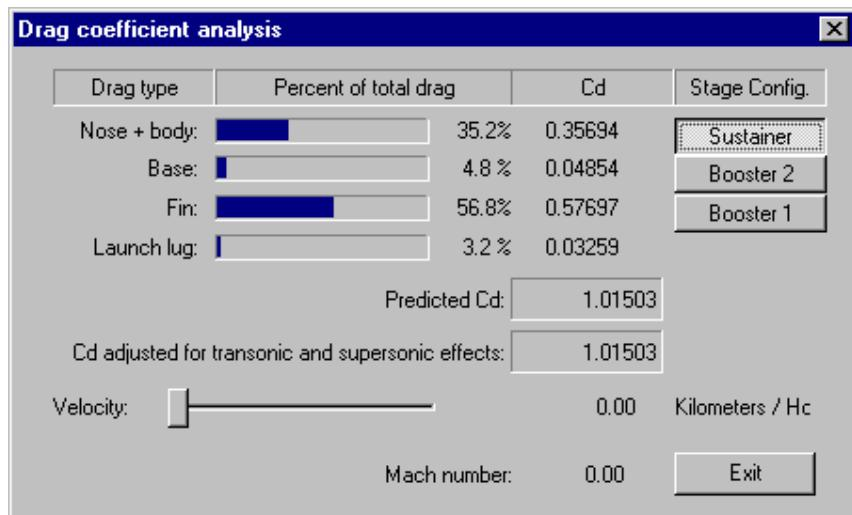

Figura 2.  $C_D$  do exemplo 1 do minifoguete Sondinha II.
4) Para obter o  $C_D$  do exemplo 1 do minifoguete Sondinha II, executar no menu principal: Rocket, Cd analysis... Surgirá a janela “Drag coefficient analysis”, mostrada na Figura 2, contendo o  $C_D$  numérico e percentual de cada parte do minifoguete, e o  $C_D$  total em função da velocidade do minifoguete. A velocidade é apresentada em km/h, conforme especificado no tutorial 1; esta unidade pode ser alterada. Também é mostrado o número de Mach correspondente ao valor da velocidade. Pode-se observar que: o  $C_D$  total é 1.01503 para velocidade = 0, isto é, numa velocidade muito baixa; o  $C_D$  total é 0.95864 para velocidade = 100 km/h; o  $C_D$  total é 1.01011, 0.91833 e 0.89877 para as velocidades = 50, 200 e 300 km/h, respectivamente. Em todas estas velocidades, mais de 50% do  $C_D$  total deve-se às empennas.